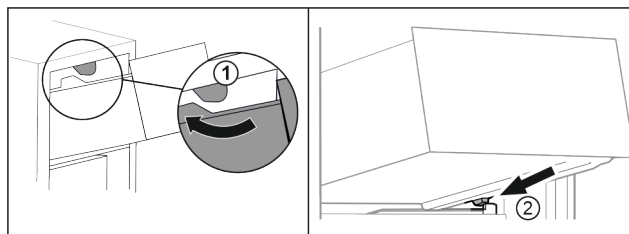

Fig. 90
- ▶ Ved'te zásuvku podél horních zářezek. Fig. 90 (1)
- ▶ Nasad'te zásuvku šikmo za dolní zářezky na žebrování na nádoby. Fig. 90 (2)